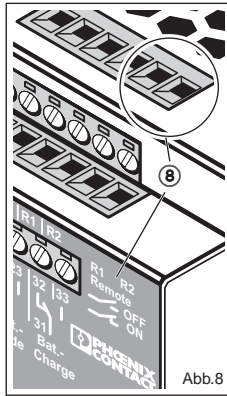

Abb.8
5.5. Fernabschaltung ("Remote", Abb.8)